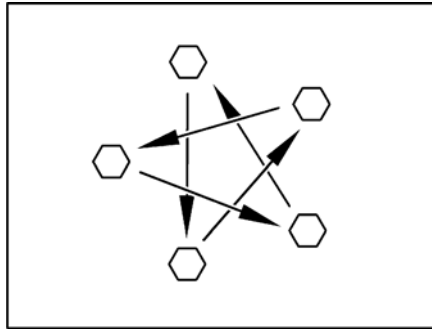

Bild 300 Radmuttern oder Radschrauben über Kreuz anziehen
- Radmuttern oder Radschrauben regelmäßig auf festen Sitz prüfen. Radmuttern oder Radschrauben eines ausgewechselten Rades nach 50 km über Kreuz nachziehen (Bild 300).
- ▷ Radmuttern oder Radschrauben über Kreuz anziehen (Bild 300).